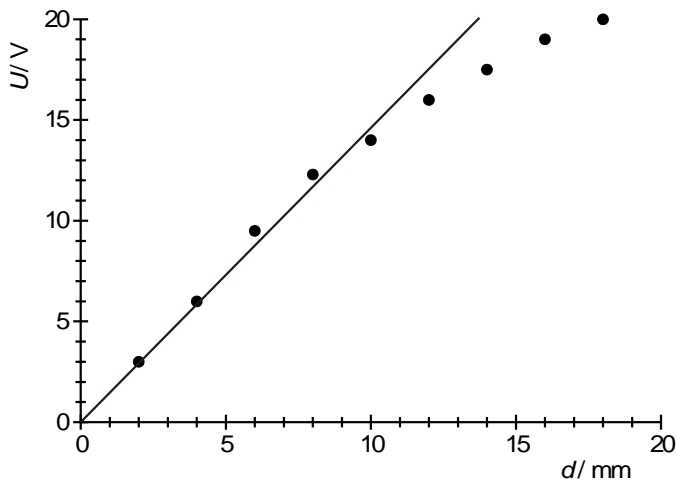

Fig. 3 Tension U sur le condensateur à plaques en fonction de l'écart entre les plaques d .
- Faire un graphique des valeurs de mesure pour la tension U sur le condensateur à plaque issu de Tab. 1 par rapport à l'écart de plaque réglé d (Fig. 3).